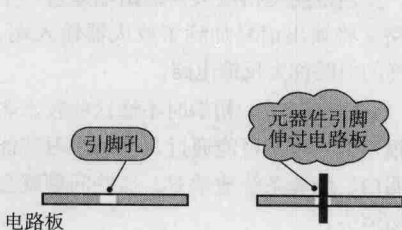

图 1-8 电路板上元器件引脚孔示意图
(1) 焊接前元器件引脚处理方法 如果是新的元器件，它们的引脚上都做过搪锡处理，可以直接进行焊接。如果元器件买回来时间长了，引脚表面有了氧化层，此时要进行元器件引脚表面的搪锡处理。方法如同前面给焊点去污处理一样，给元器件引脚表面搪上一层薄薄的焊锡，留锡量不能大，否则引脚无法插进电路板上引脚孔中。如图 1-8 所示是电路板上元器件引脚孔示意图。